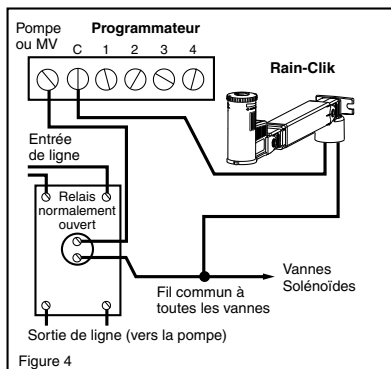

Figure 4
- B. Vannes solénoïdes 24 volts avec pompe de surpression (voir figure 4). Identifiez le fil commun qui va aux vannes solénoïdes et celui qui va à la bobine du relais qui démarre la pompe. Si ces deux fils sont connectés à la borne "commune" du programmeur, déconnectez-les. Joignez-les ensemble par torsion avec un fil qui vient du Rain-Clik, et assurez la jonction des trois avec un serre-fils. Connectez l'autre fil du récepteur Rain-Clik sans fil à la borne "commune" du programmeur.